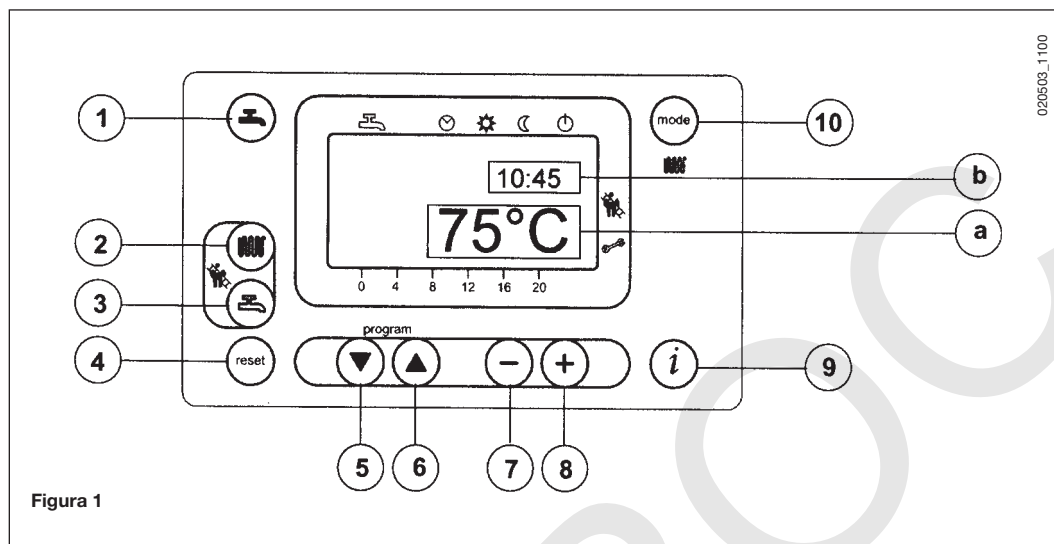

Figura 1
- Apretar la tecla  (2- figura 1) para programar la temperatura del agua de calefacción;
- apretar una de las dos teclas   (1 o 10 - figura 1) para memorizar y volver al menú principal.
N.b – Con sonda exterior conectada, mediante la tecla  (2 – figura 1) es posible efectuar la traslación de la curva de calefacción. Apretar las teclas   para disminuir o aumentar la temperatura ambiente del local a calefaccionar.
- Apretar la tecla  (3- figura 1) para programar la temperatura máxima del agua sanitaria;